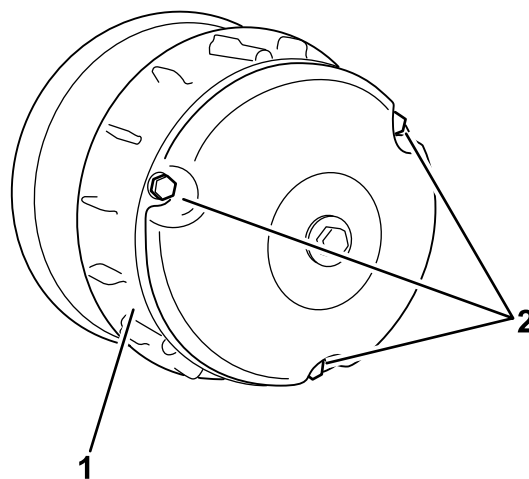

Figura 50
- Retire los 3 pernos que sujetan la cubierta al embrague, y retire la cubierta (Figura 50).
- Instale la cubierta del embrague, fijándola con los 3 pernos (Figura 50) que retiró en 1.